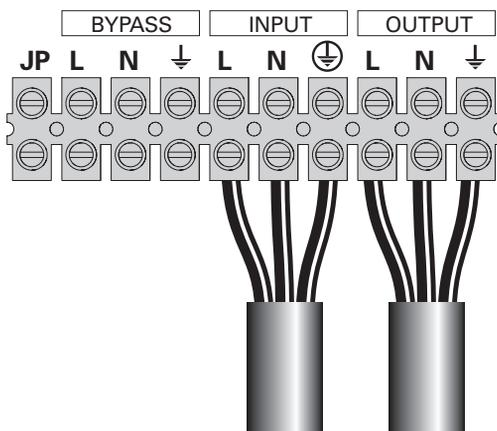

Figura 19.
- 1 - Rimuovere il ponticello di metallo (vedere Figura 19).